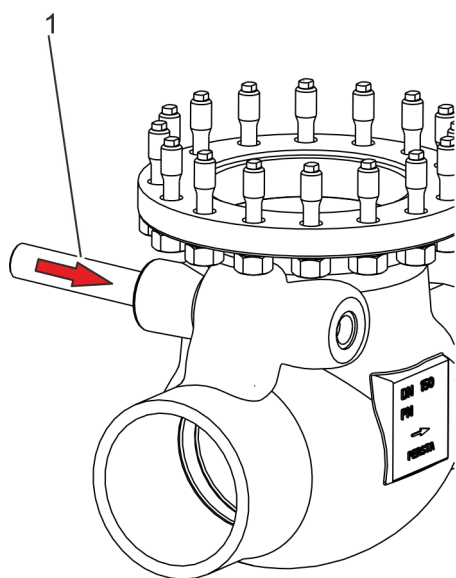

Fig. 30: Insertion de l'arbre du clapet
14. ➤ Faire passer avec précaution l'arbre du clapet (Voir la Fig. 30/1) par le logement dans le levier de la plaque pour l'insérer dans le trou situé en face dans le bâti.